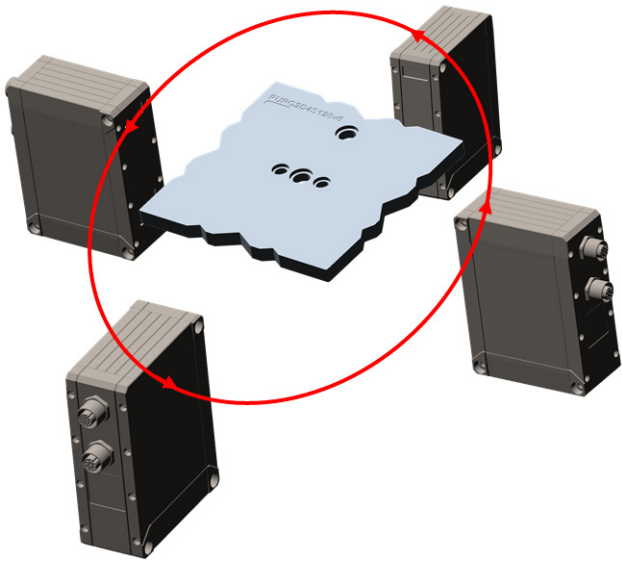

Abb. 13 Buchsen/Laseraustritt der Sensoren oben, Beschriftung des Registrierobjektes oben
- Montieren Sie die Sensoren gegen den Uhrzeigersinn. Im fertigen Aufbau muss die Orientierung des Registrierobjekts zur Sensoranordnung passen, siehe Abb. 13.